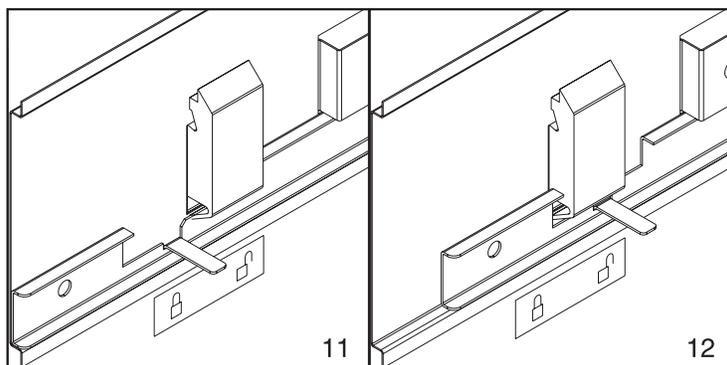

Figura 28. Colocar la pegatina de "bloqueo/desbloqueo" en el panel de la cubierta
- e. Coloque una pegatina de "bloqueado/desbloqueado" en el interior del panel de la cubierta de modo que cuando la barra corredera esté en la posición de bloqueo, la pestaña quede situada sobre el símbolo de bloqueo (11), tal como se muestra en la Figura 28 en la página 33, y sobre el símbolo de desbloqueo, (12), cuando la barra corredera esté desbloqueada.